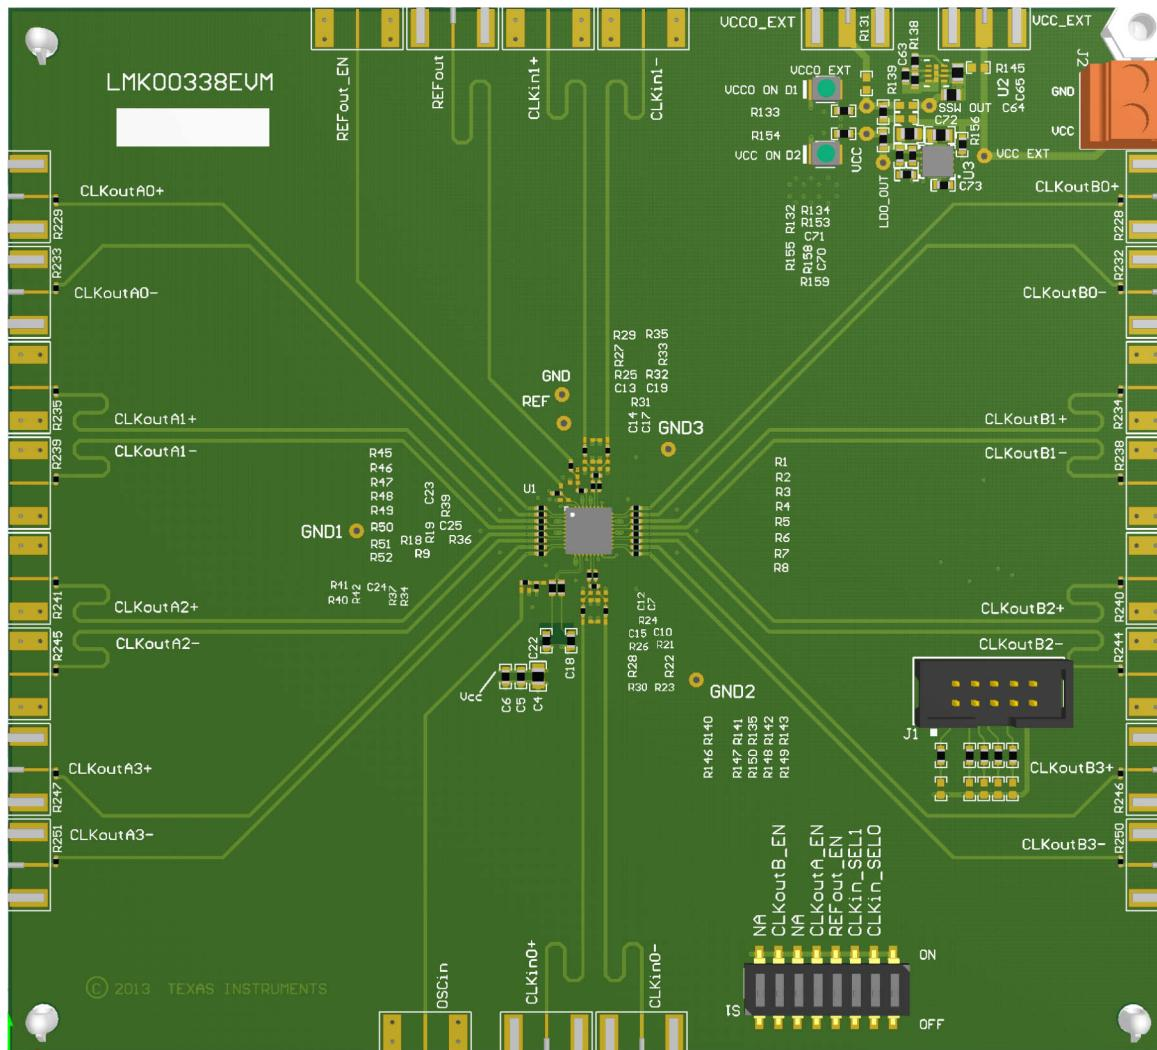

図 8-9. LMK00334 レイアウトの例
- HCSL ドライバの DC 結合動作の場合、図 8-9 に示すように、ドライバ出力の近くのグランドに対して  $50\Omega$  で終端します。